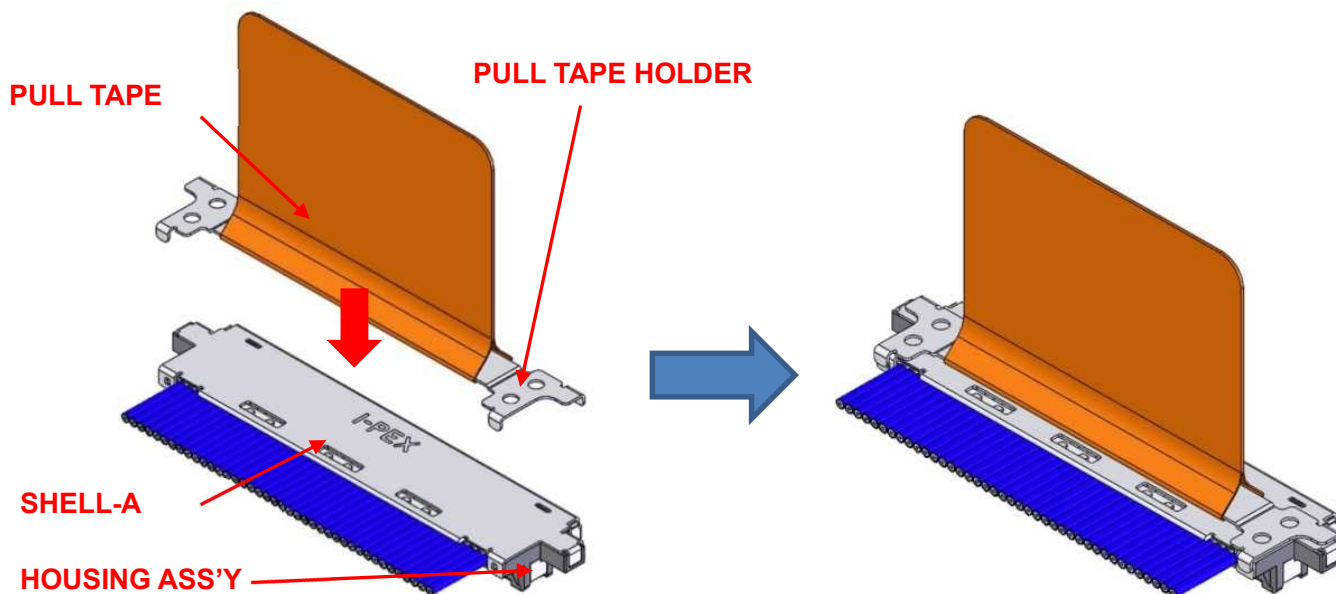

图.11 组装 PULL TAPE HOLDER
②如图. 11 所示, 从 SHELL-A 的上面组装 PULL TAPE HOLDER。